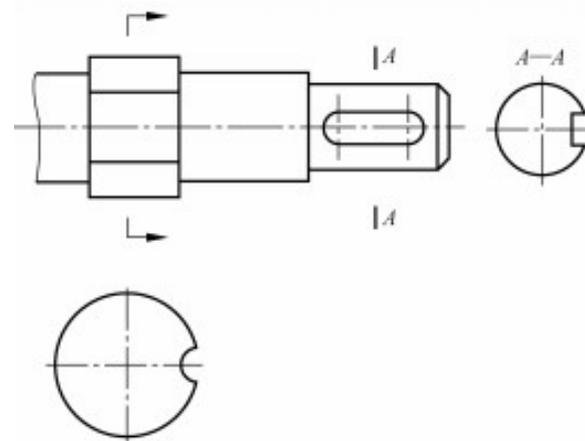

图 4-53 对称机件的简化画法
- ❖ (10) 在不致引起误解时，零件图中的移出断面，允许省略剖面符号，但剖切位置和断面图的标注，必须按规定的方法标出，如图 4-53 所示。